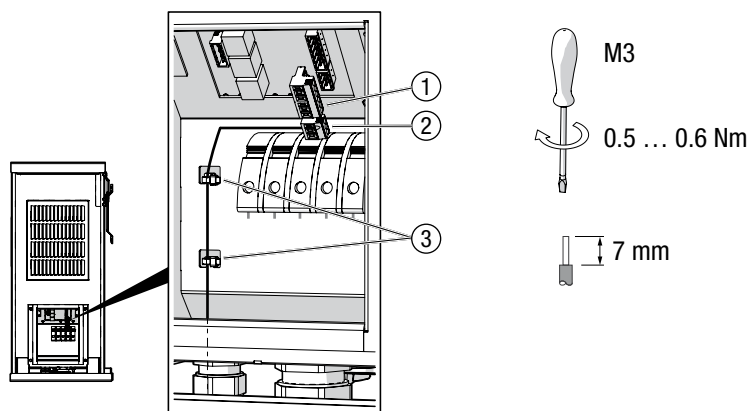

Bild 23 Externe Abschaltung anschließen
3. Schließen Sie die Steuerleitung am 3-poligen Stecker (Bild 23/Pos.2) wie folgt an:
5. Stecken Sie den 6-poligen Stecker (Bild 23/Pos.1) ein, um offene Kontakte abzudecken.
7. Befestigen Sie die Kabel mit Kabelbindern an den Gehäuselassen (Bild 23/Pos. 3).